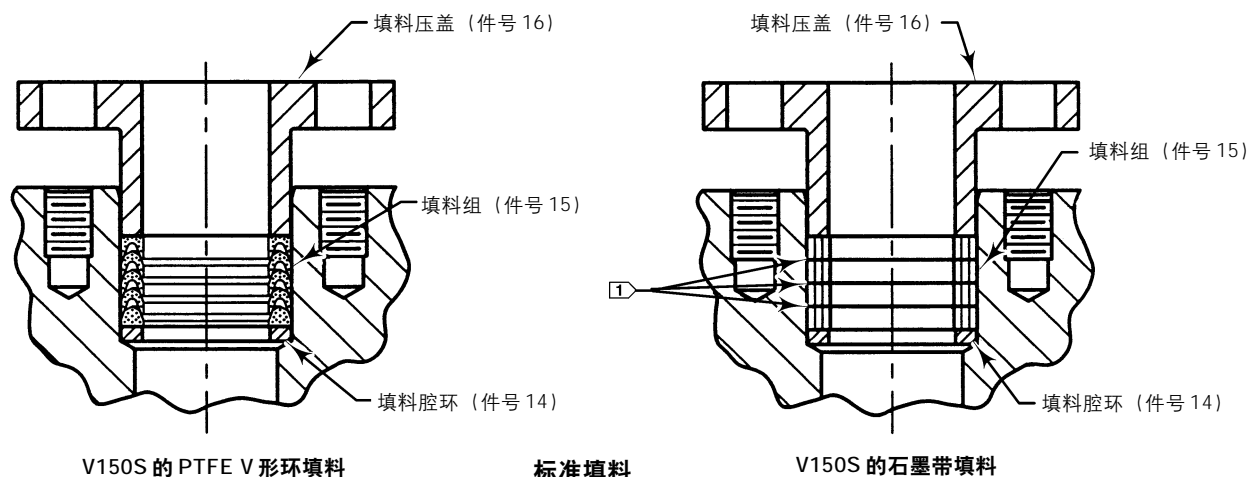

图 6. 填料结构
4. 按照图 6 所示的顺序安装新的填料部件，并放入压盖（件号 16）和螺母（件号 18）。